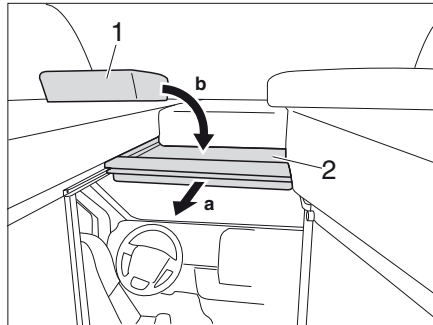

Bild 60 Skiljeplattan till förarhytten
- Dra sängbotten (Bild 60,2) framåt i handtaget.
- Lägg dynorna (Bild 60,1) på sängbotten.
- Lägg dynorna (Bild 60,1) åt sidan
- Skjut sängbotten (Bild 60,2) bakåt.